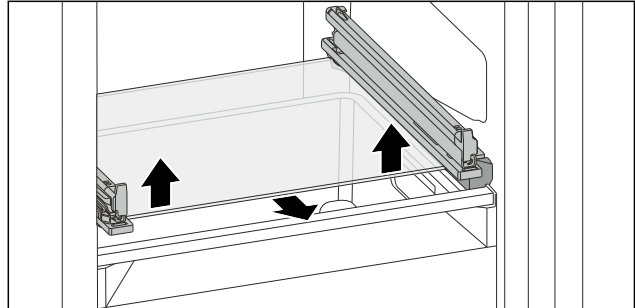

Fig. 133 Tablette en verre du tiroir basculable
- Appuyer des deux côtés sur la tablette en verre de bas en haut. (voir Fig. 133)